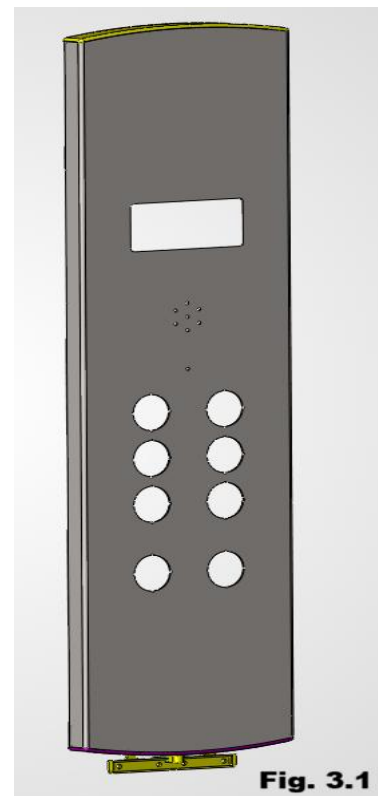

Fig. 3.1 — Pulsantiera sostenuta in posizione provvisoria
3. Verificare che l'accoppiamento sia stabile: la pulsantiera deve rimanere sostenuta senza supporto esterno (Fig. 3.1).